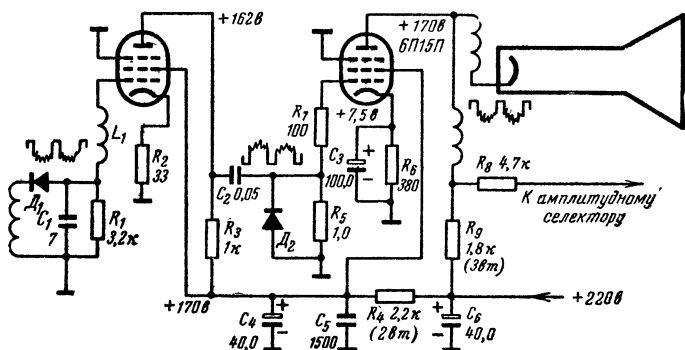

Рис. 51. Схема двухкаскадного видеоусилителя.
**Л.** — Ну, в основном возможные неприятности удваиваются. Попробуй разобраться в особенностях этой схемы (рис. 51), мобилизовав свой опыт в области радиоприемников.
**Л.** — В том варианте схемы, который изображен на рис. 51, может добавиться неисправность, обусловленная отсутствием напряжения на экранирующей сетке лампы 6П15П из-за пробоя в конденсаторах  $C_4$  или  $C_5$  либо вследствие обрыва в сопротивлении  $R_4$ , а также короткого замыкания между электродами лампы первого каскада видеоусилителя. В случае же высыхания или обрыва в конденсаторе  $C_6$  возникают низкочастотные колебания из-за сильной связи между каскадами и вместо изображения появляются узоры, форма которых слегка меняется в зависимости от положения ручек регулировки яркости и контраста.